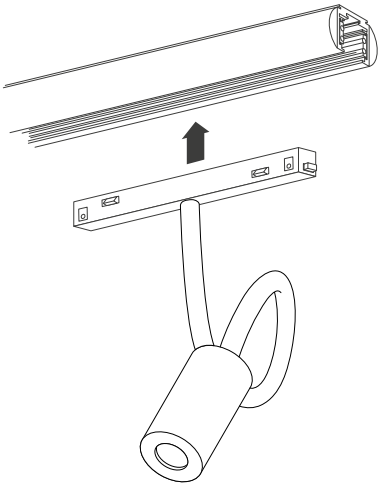

Рис. 2. Установка светильника
- 3.2. Переведите дополнительный фиксатор в открытое положение и установите светильник в необходимом месте шинопровода, как показано на рис. 2.